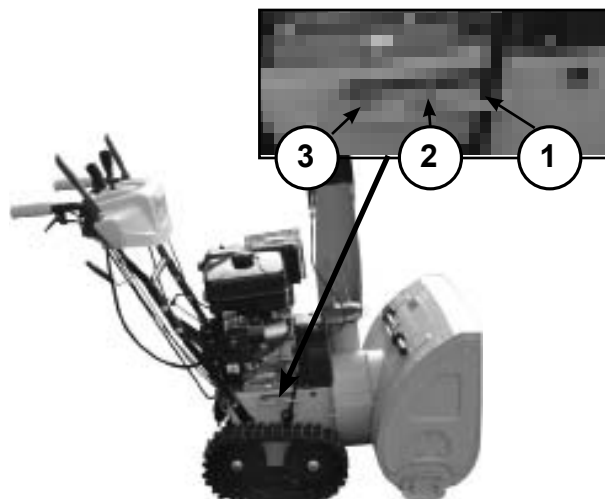

Рис.28
Кроме салазок для регулировки высоты кожуха шнека, снегоочиститель оборудован механизмом установки рабочего положения снегоочистителя, который приводится в действие рычагом (1) Рис.28.